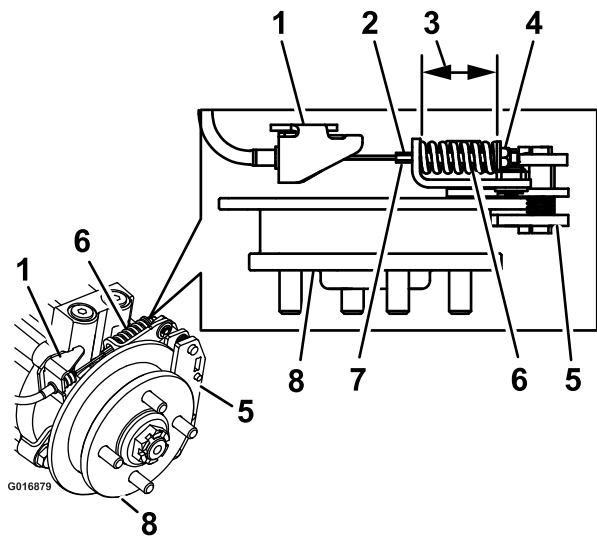

Figura 68
9. Sujete el extremo de la varilla roscada con una herramienta y ajuste la contratuerca hasta que el muelle mida de 3.8 a 4.0 cm (1-1/2 a 1-9/16 pulgada); consulte Figura 68. No deje que el cable gire mientras se aflojan las tuercas.